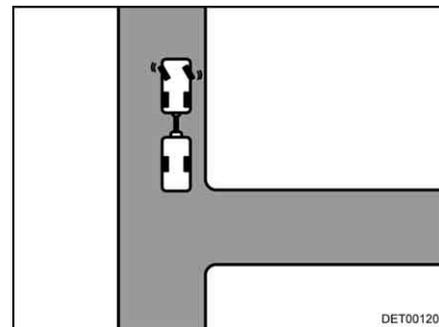

Bild 13 Links einschlagen
- Bei stehendem Gespann nach links einschlagen (Bild 13).